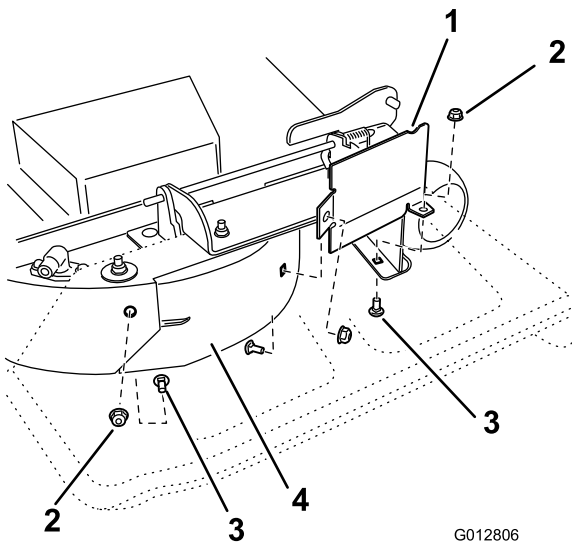

**Bild 29**
6. Entfernen Sie die zwei Sicherungsmuttern (5/16"), mit denen die geschweißten Streben des linken Ablenkblechs oben am Mähwerk in der Mitte und links von der Mittelstellung befestigt sind (Bild 29). Entfernen Sie die Schlossschraube und die Sicherungsmutter an der Seitenwand des Mähwerks, die das linke Ablenkblech am Mähwerk befestigen.
7. Entfernen Sie das linke Ablenkblech vom Mähwerk, wie in Bild 29 dargestellt.